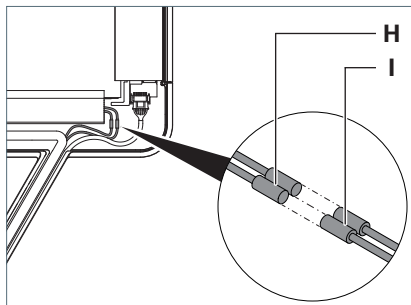

Fig. 5: Collegare la testa dell'apparecchio, parte 1.
- Collegare i due connettori **H** con le prese **I** nella testa dell'apparecchio, vedere Fig. 5.